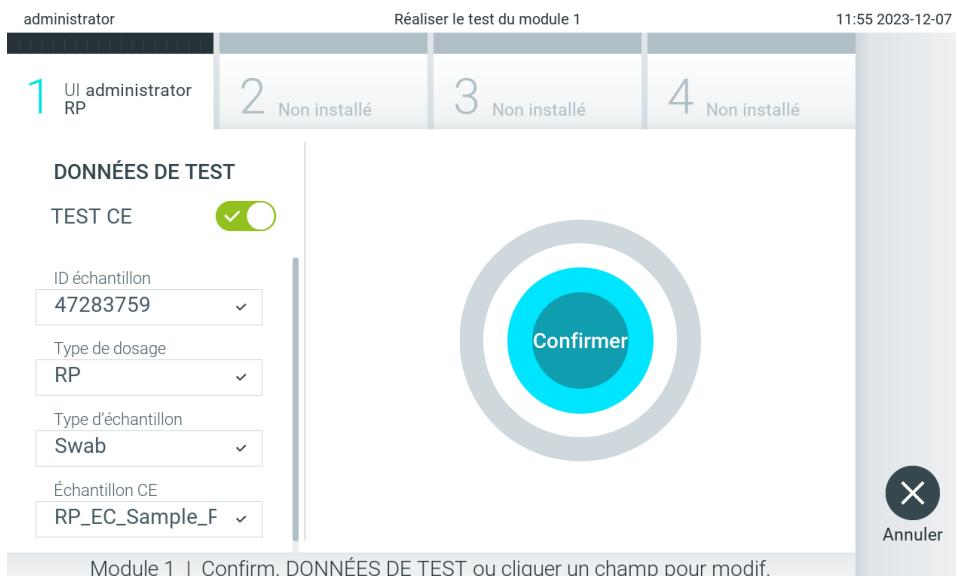

Figure 96. Écran Confirm (Confirmation).
7. L'écran Confirm (Confirmer) s'affiche. Vérifiez les données saisies et introduisez les modifications nécessaires en appuyant sur les champs correspondants de l'écran tactile et en modifiant les informations (figure 96).